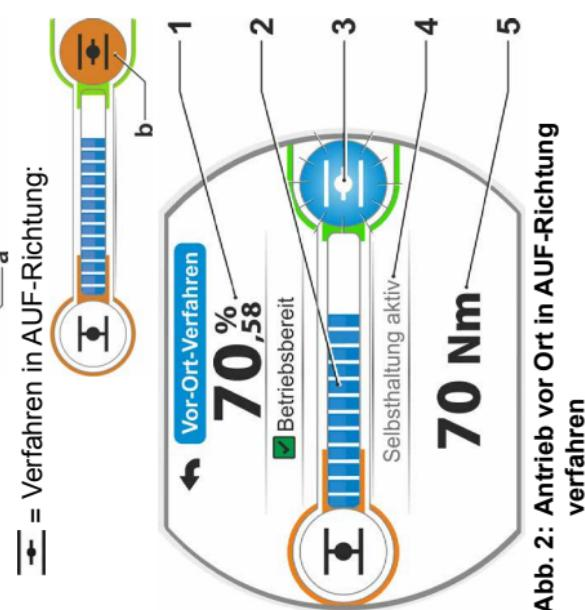

Abb. 2: Antrieb vor Ort in AUF-Richtung verfahren
- das Endlagen-Symbol in Verfahrrichtung blinkt blau (Abb. 2, Pos. 3);
- der Positions Balken (2) zeigt den Fortschritt des Verfahrens;
- ist ein Drehmoment-Messflansch angegeschlossen, wird das aktuelle Drehmoment angezeigt (5).
- Wird der Drive Controller länger als 3 Sekunden gedrückt gehalten, erscheint im Display „Selbsthaltung aktiv“ (Abb. 2, Pos. 4) und der Antrieb verfährt nach dem Loslassen weiter bis